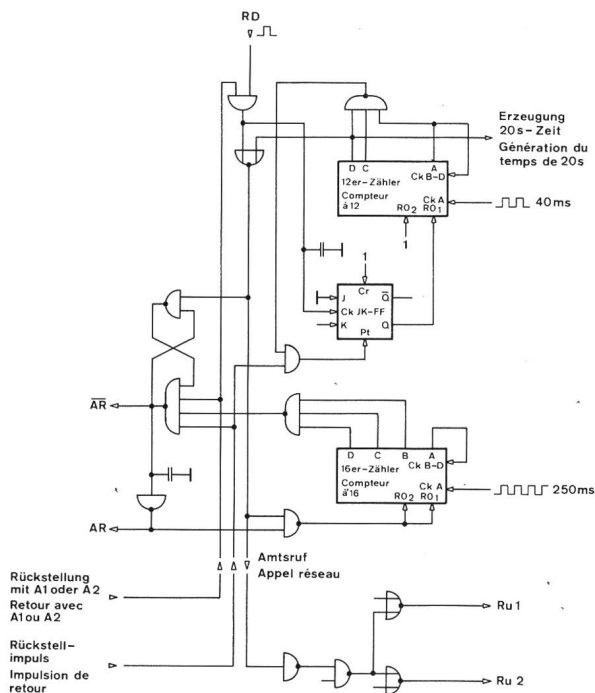

Fig. 10
**Analyse de l'appel réseau.** Ce montage sert à identifier l'appel réseau et de rétrodemande. La *figure 10* montre l'analyse de l'appel réseau.